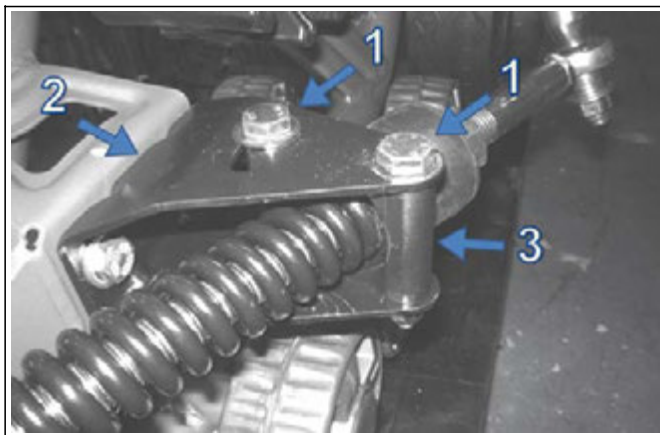

Рис. 9
- Ослабить два болта (поз.1) крепления **кронштейна** противовращения (поз.2), чтобы стопор (поз.3) противовращения можно было **поворачивать** на оси (см. Рис. 9).